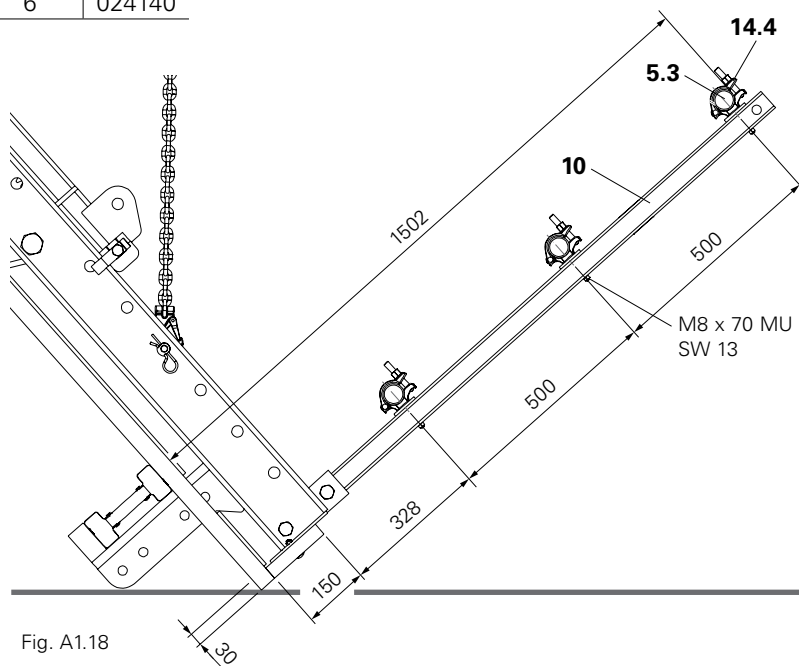

Fig. A1.18
4. Ripetere due volte i passaggi da 1 a 3. (Fig. A1.18)